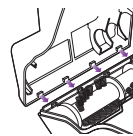

Fig. 27
- 3 Para volver a armarla, inserte las trabas del borde del frente de la cubierta inferior en los orificios correspondientes de la mitad superior e inclínela nuevamente hacia abajo hasta que se traben en su lugar. **(Fig. 27)**